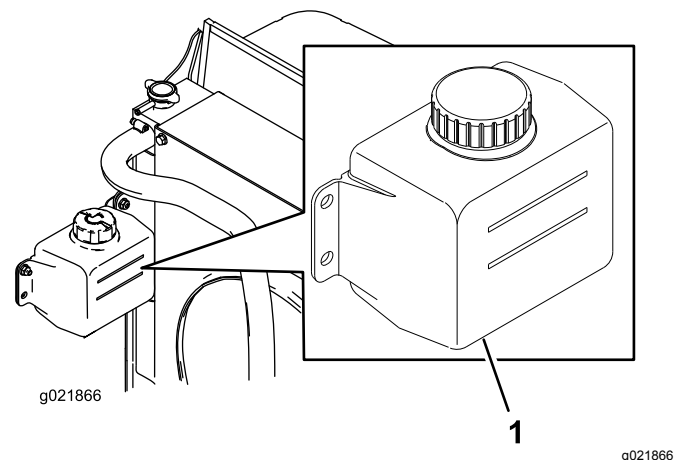

Figura 68
1. Controllate il livello di refrigerante nel serbatoio di espansione (Figura 68).